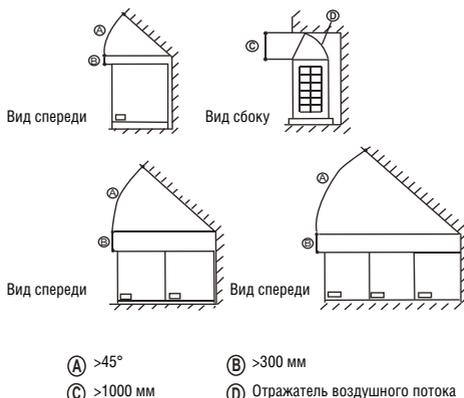

Рис. 4-13
- Если над наружным блоком имеются какие-либо препятствия, см. рис. 4-13.